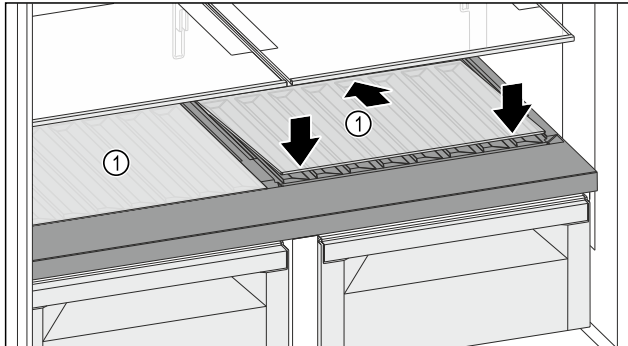

Fig. 123
- Placer la plaque de verre Fig. 123 (1) en biais et inclinée vers le bas.
- Abaisser l'avant de la plaque de verre Fig. 123 (1).